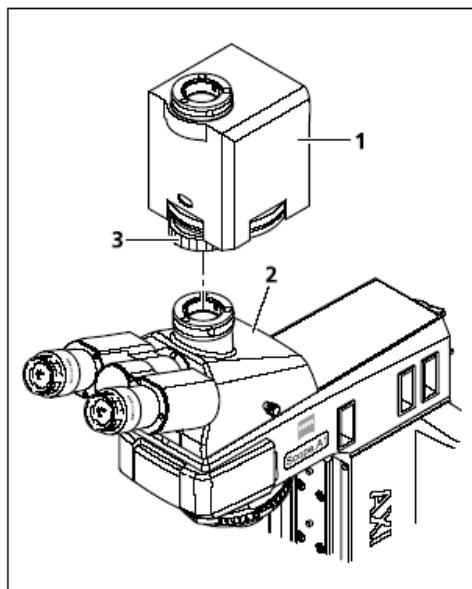

图3-41 安装放大倍数变换器
- 如果有必要的话，将带适配器的相机（或防尘盖）从三目观察筒（图3-41/2）的相机端口取下来。
- 将放大倍数变换器（图3-41/1）安装在相机端口，对其进行调节，并将其紧固在防松螺母（图3-14/3）上。